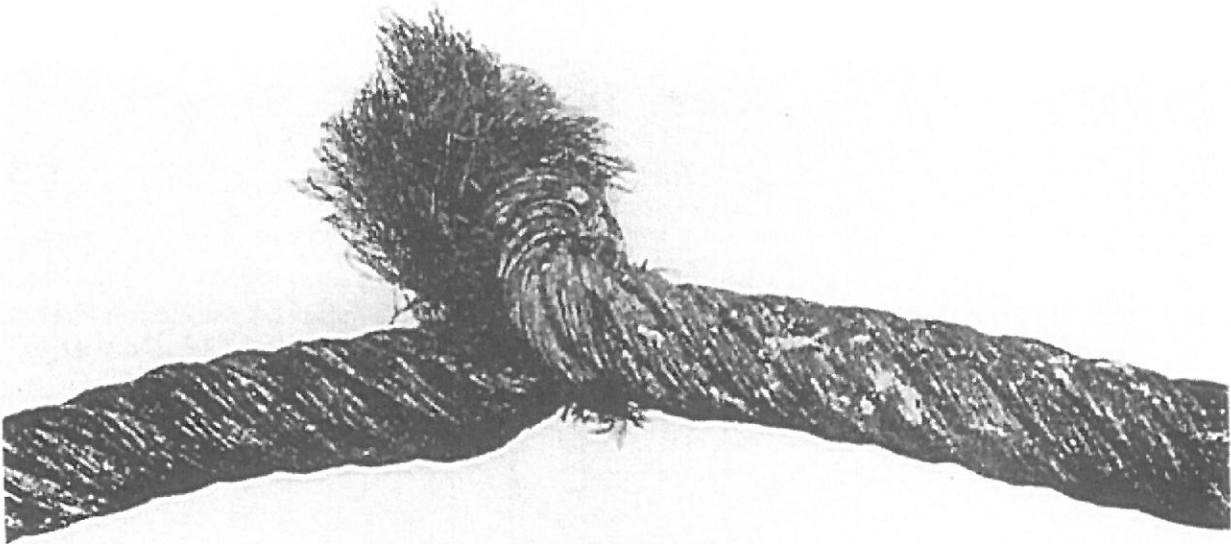

Abb. 10 - Eine starke Verwicklung.
*Verwicklungen (Siehe Abb. 10 und 11 im Punkt 1.4.1.7).*